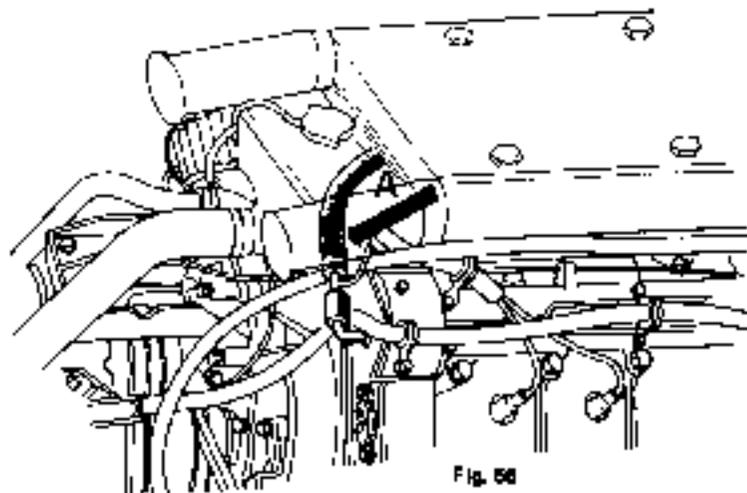

Fig. 56
- Mit Motor im Leerlauf und normalem Betriebsdruck, sowie bei einwirkendem Mechanismus und elektrischen Teiler die Verbindung zwischen Gaspedalstange und dem Steuermechanismus, welches die verschiedenen Vergaser verbindet, ausklappen, dies wird gemacht, um die Belastung der Zugschrauben für den Rücklauf des Gashebels zu reduzieren (Abb. 56 - Nr. 4).